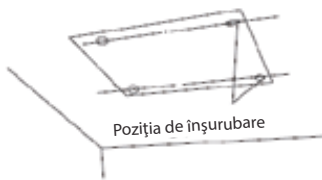

Fig.6
- (1). Utilizând șablonul de montare, dați găuri pentru bolțuri (patru găuri) (Fig.6)